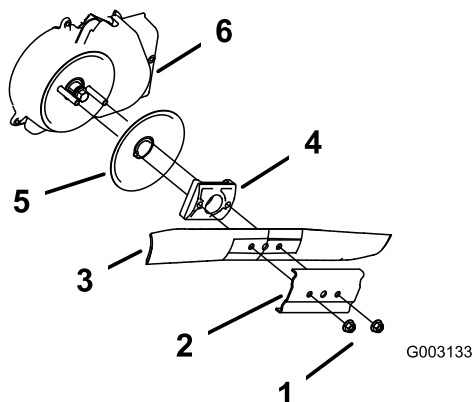

Figura 52
3. Togliete i due dadi della lama ed il rinforzo (Figura 52).